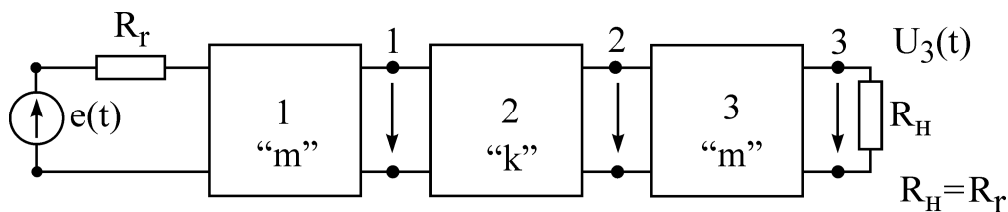

Рис. 1.11
1. Начертить электрическую схему фильтра (рис. 1.11). Пронумеровать узлы и элементы ветвей.
7. На рис. 1.11–1 «т» и 3 «т» – Г-образные звенья фильтра типа «т» (табл. 1.2), а 2 «к» – фильтр типа «к», вид фильтра и его параметры заданы в табл. 1.3 в соответствии с номером варианта.